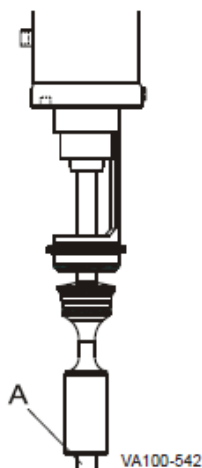

图 21—阀杆拆除
1. 下阀杆拆除：使用一个开口扳手，通过沿着逆时针方向转动的方式从执行机构上拆下下阀杆（图 21，项目 A）。